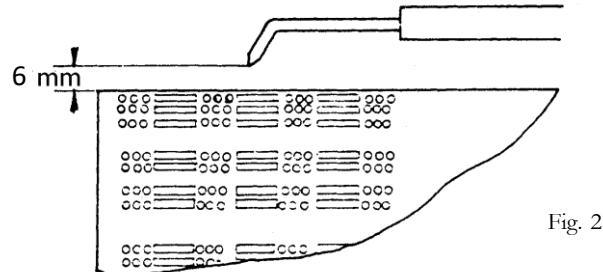

Fig. 2
- Kontrollér tændeletrodens position (se Fig. 2).